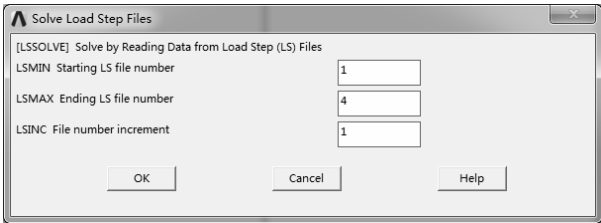

图 7-254 “Solve Load Step Files” 对话框
1) 选择“Main Menu>Solution>Solve>From LS Files”命令，弹出“Solve Load Step Files”对话框，在“Starting LS file number”（开始载荷步文件序号）文本框中输入 1，在“Ending LS file number”（结束载荷步文件序号）文本框中输入 4，在“File number increment”文本框中输入 1，如图 7-254 所示。